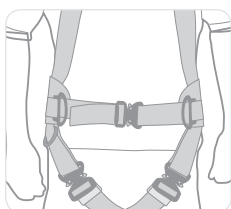

Рисунок 15
- При наличии пряжки поясного ремня (только в привязи RH3), застегните пряжку поясного ремня спереди и отрегулируйте ремень, протянув его через пряжку, чтобы обеспечить плотность подгонки (рис. 15).